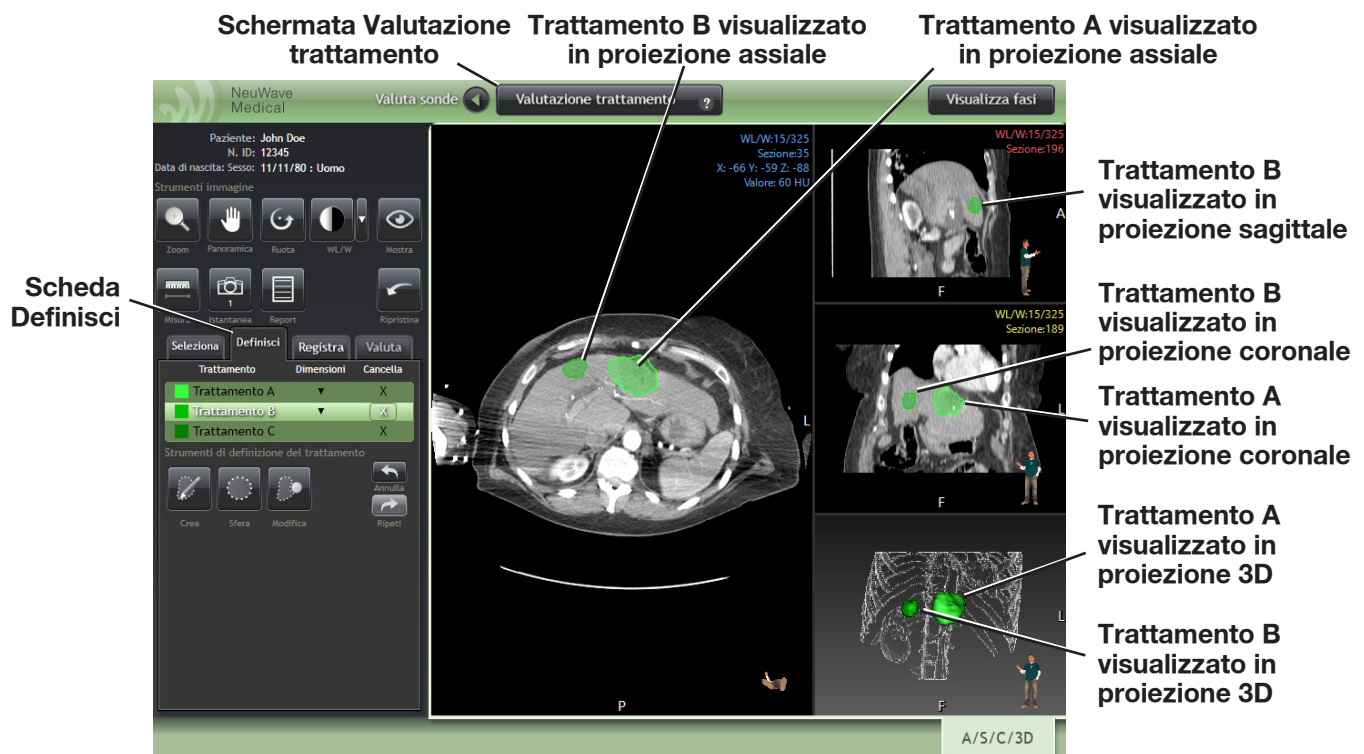

Figura 3-38: Definizione della zona di trattamento.
- Fare clic sulla scheda **Definisci** in modo da poter definire la zona di trattamento attorno alla lesione creata dall'energia a microonde erogata. È possibile definire fino a tre zone di trattamento in una serie di immagini. Le zone di trattamento sono denominate Trattamento A, B e C nella scheda **Definisci** (Figura 3-38).
- Sul lato sinistro della schermata, fare clic su **Crea** o **Sfera** nel riquadro Strumenti di definizione del trattamento, quindi spostare il cursore del mouse su una Proiezione immagine 2D per iniziare a creare la zona di trattamento. Utilizzando lo strumento **Crea**, nella Proiezione immagine 2D attiva, spostarsi su una sezione vicino al centro della zona di trattamento con l'ausilio dello strumento **Zoom**. Provare a centrare il mouse sull'area trattata. Lo strumento **Crea** mostra l'anteprima dell'area creando una cornice verde nel punto in cui è posizionato il cursore dello strumento. In funzione del punto in cui viene visualizzata l'area di anteprima, lo strumento delinea aree adiacenti di tessuto di densità simile (Figura 3-38).
Se si desidera ritoccare il target, fare clic sullo strumento **Modifica** nel riquadro Strumenti di definizione del trattamento (Figura 3-38), quindi spostare il cursore del mouse verso la zona di trattamento appena definito. Il processo tramite il quale si riduce o si espande la zona di trattamento utilizzando lo strumento **Modifica** non è differente rispetto a quello con cui si riducono o si espandono le dimensioni delle aree target nella scheda **Definisci** della schermata **Definisci target** (Figura 3-16 e Figura 3-17). L'unica differenza è che gli strumenti di definizione del trattamento non includono uno strumento **Sposta** (Figura 3-39).
I target definiti nella Serie TC per l'impostazione sono mostrati nella Figura 3-41 come cerchi rossi (Target A) e arancioni (Target B) (riquadro centrale), mentre i target e le zone di trattamento sono mostrati come aree verdi nelle Immagini TC post-ablazione (riquadro destro). A entrambi i trattamenti è stata applicata una contrazione della lesione target del 10%. Un margine minimo di 2 mm senza contrazione (come mostrato nella Figura 3-38) è aumentato a 7 mm per il Trattamento A, mentre il Trattamento B è rimasto insufficiente per coprire completamente il target. Il margine minimo è la distanza tra i bordi del target e la zona di trattamento.